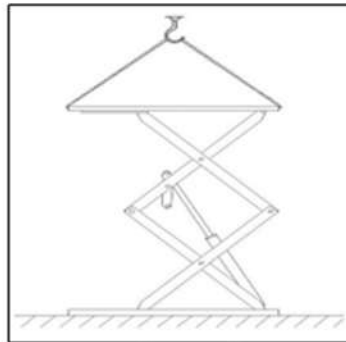

Figura 17
- Utilize uma empilhadeira ou outro equipamento elevatório para elevar a plataforma (Figura 17) e certifique-se de que os dispositivos de segurança da máquina estejam ligados e travados